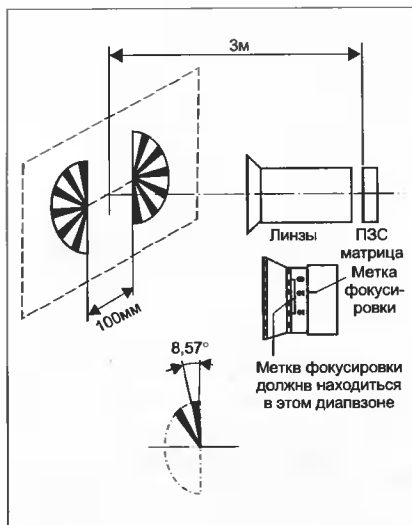
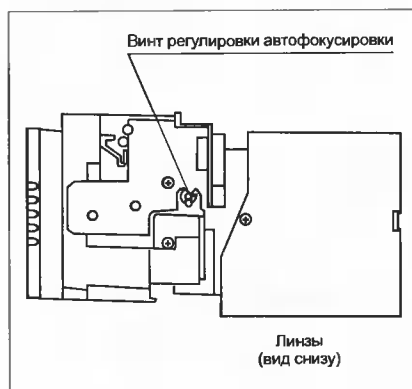

Рис. 26
Рис. 27
- Установить картинку для регулировки автофокусировки (Auto Focus) и камеру как показано на рис. 26;
- вращая кольцо фокусировки найти положение, в котором достигается наивысшая четкость отображения клиньев картинкой. Заметить позицию метки кольца фокусировки. Условно обозначим эту позицию (1);
- повернуть кольцо фокусировки до отметки «1,1 м» и отпустить его. Заметить позицию, в которой окажется метка кольца фокусировки после его остановки. Условно обозначим эту позицию (2);
- повернуть кольцо фокусировки до отметки «10 м» и отпустить его. Заметить позицию, в которой окажется метка кольца фокусировки после его остановки. Условно обозначим эту позицию (3);
- вставить шестигранный ключ в отверстие для регулировки автофокуса (AF adjustment hexagonal hole) рис. 27;
- поочередно выполняя указания двух предыдущих пунктов вращать ключ до тех пор, пока центр между позициями (2) и (3) не совпадет с позицией (1);